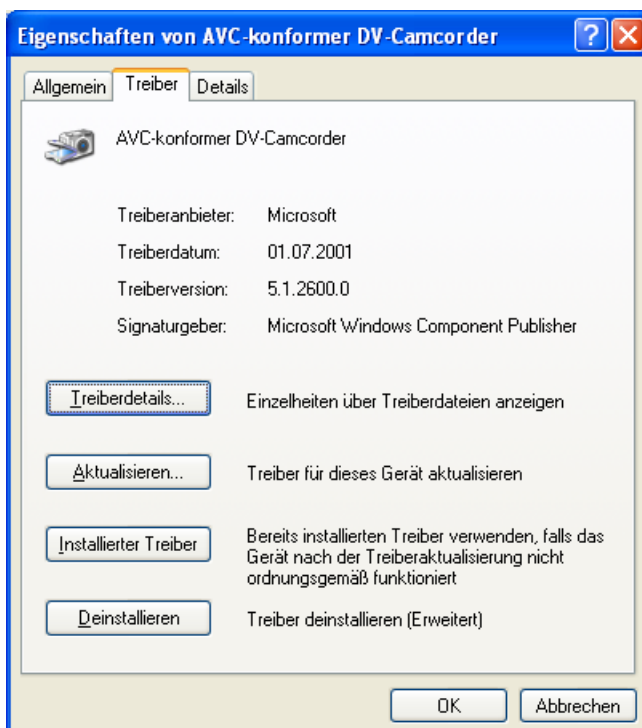

Abb. 114: Eigenschaften-Fenster des
- Mit einem Doppelklick auf diesen **DV-Camcorder**-Eintrag öffnen Sie das zugehörige Eigenschaften-Fenster (Abb. 114). Dort wählen Sie die Registerkarte **Treiber**.